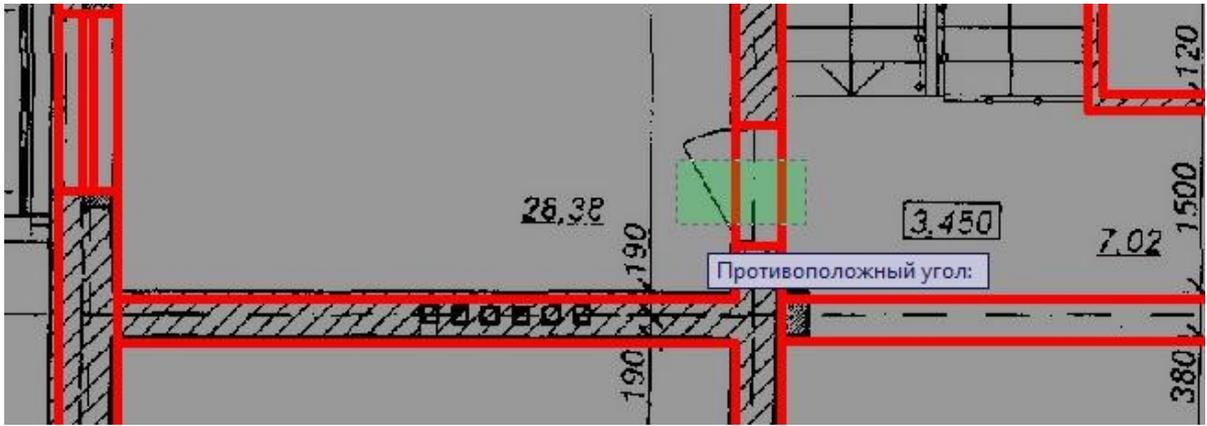

Рисунок 6.9. Выделение обрезаемых объектов.
- Выберите обрезаемый ► прямоугольной областью выделения: верхний правый угол ► нижний левый угол, выбирать объекты, которые необходимо обрезать, см. Рисунок 6.9.